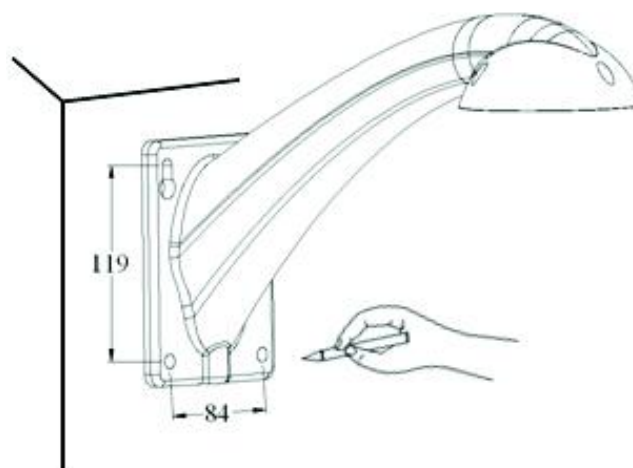

Рис. 1.3-6 Крепление кронштейна к вертикальной плоскости
- Установка камеры осуществляется на вертикальную плоскость с помощью кронштейна (см. рис. 1.3-6). Сначала необходимо уложить коммуникационный кабель в полости кронштейна. Затем камера фиксируется на кронштейне тремя болтами (см. рис. 1.3-5). Во избежание повреждений камеры необходимо убедиться в надежности крепления кронштейна.